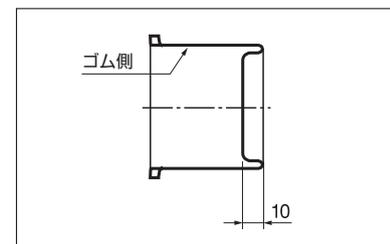

Fig.38
- ⑦ ピストン頭部がシリンダの後端面と同位置になる様にピストンを押し込む。
- ⑧ a) BFダイヤフラムRの凹部の深さを約10mm程度にする。(Fig.38)